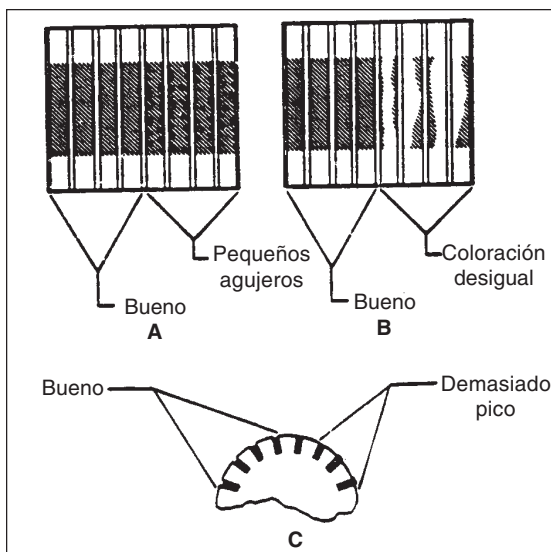

Figure 2
1. Soulever les poignées de verrouillage latérales. Voir figure 2.